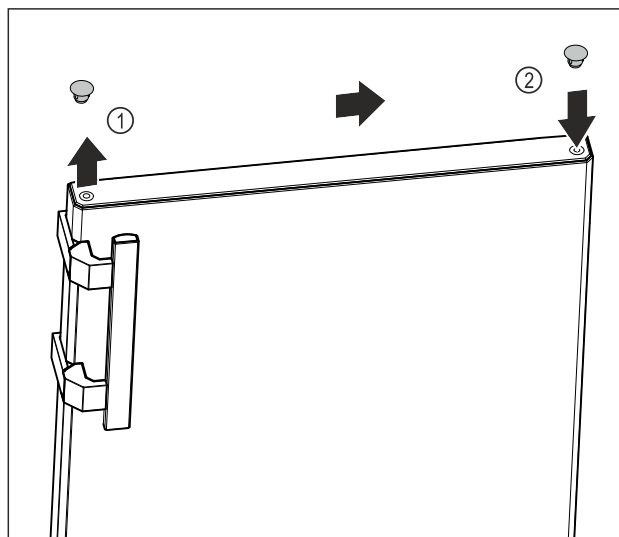

Fig. 13
- Осторожно поднимите заглушку в верхней части двери Fig. 13 (1) при помощи шлицевой отвертки.
- Установите заглушку на противоположной стороне. Fig. 13 (2)